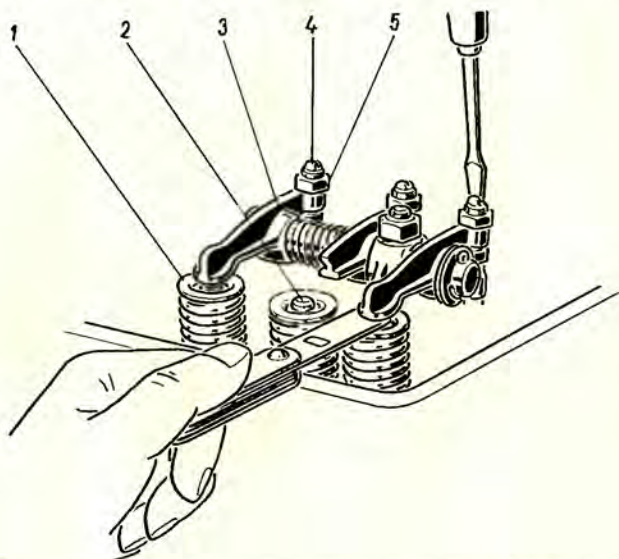

Abb. 11. Einstellung des Spieles zwischen Kipphebel und Ventil:
- den Kolben des 1. Zylinders nach dem Markierungsstrich 2 (Abb. 10) der Kurbelwellen-Antriebscheibe während des Verdichtungshubs in den oberen Totpunkt bringen und das Spiel zwischen den Kipphebeln und Ventilen des 1. Zylinders mittels Fühllehre messen. Bei falschem Spiel ist die Gegenmutter an der Stellschraube zu lockern und das Spiel nach der Fühllehre (Abb. 11) einzustellen, indem die Stellschraube mit Hilfe des Schraubenziehers